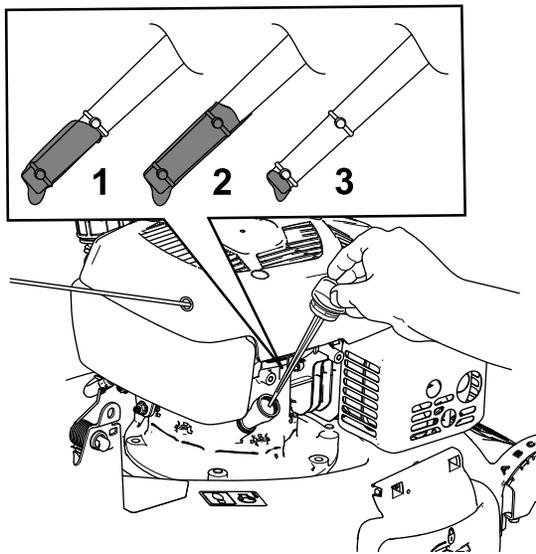

図 8
3. ディップスティック 図 8 を抜き取り、所定のオイルを容量の約 $\frac{3}{4}$ 程度までエンジンに入れる。
6. ディップスティックの目印で油量を点検する 図 8。